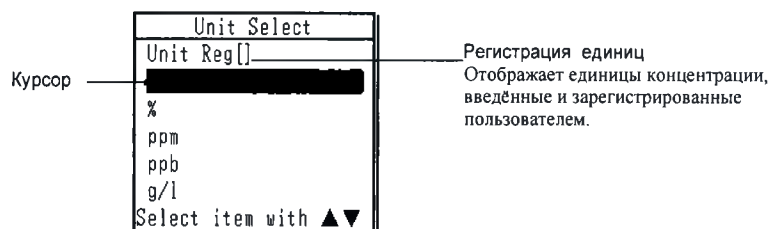

Рис. 7.6 Экран Единицы концентрации
- Метод количественного анализа по производной: Для количественного анализа используется значение производной (от 1-го до 4-го порядка) спектра на определённой длине волны (рис. 7.6 Метод количественного анализа по производной).
При выборе раздела [Unit] на экране Конфигурации параметров измерения появляется экран Единиц концентрации (Рис. 7.6).